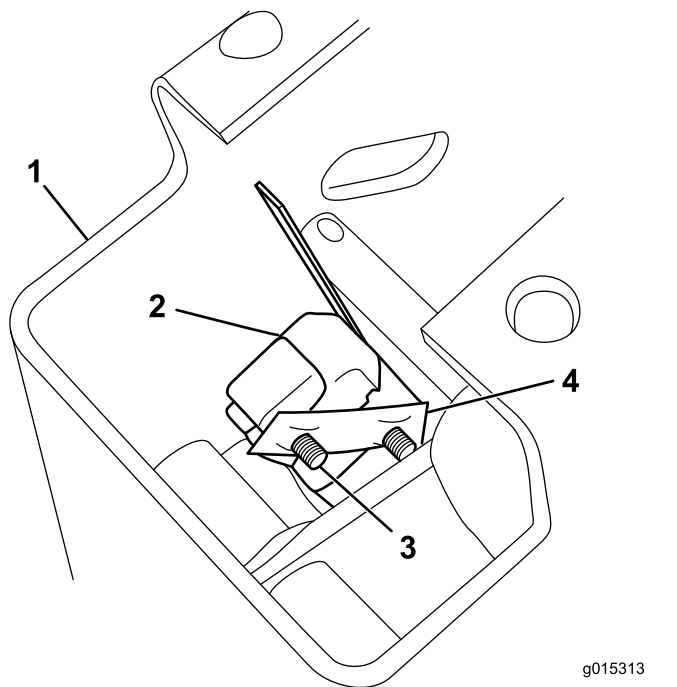

図 2
4. シフトアセンブリの右側にスイッチを取り付けるねじ#4 x ¾"2本とスピードナットを使用する 図 2。